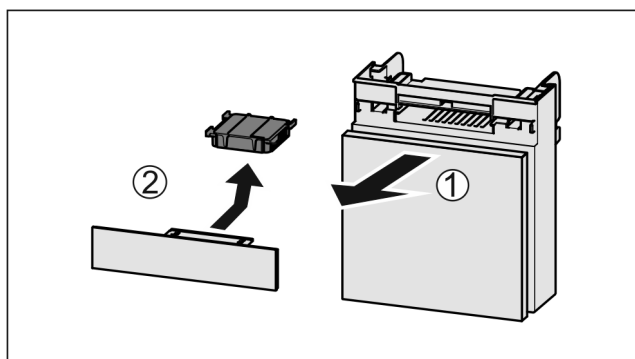

Fig. 161
- ▶ Dra ut Fig. 161 (1) lådan framåt.
- ▶ Ta ut Fig. 161 (2) aktivtkolfiltret.